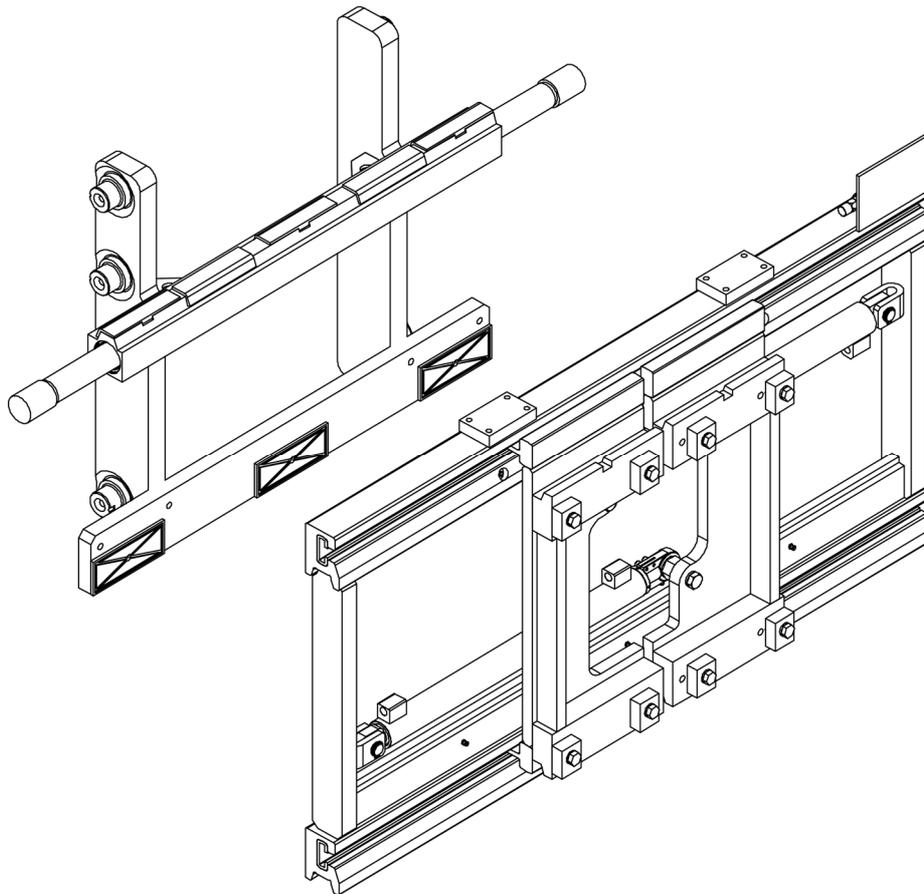

Figure 32
3. Retirer, en la soulevant correctement, la structure de translation avant (voir *Figure 32*).